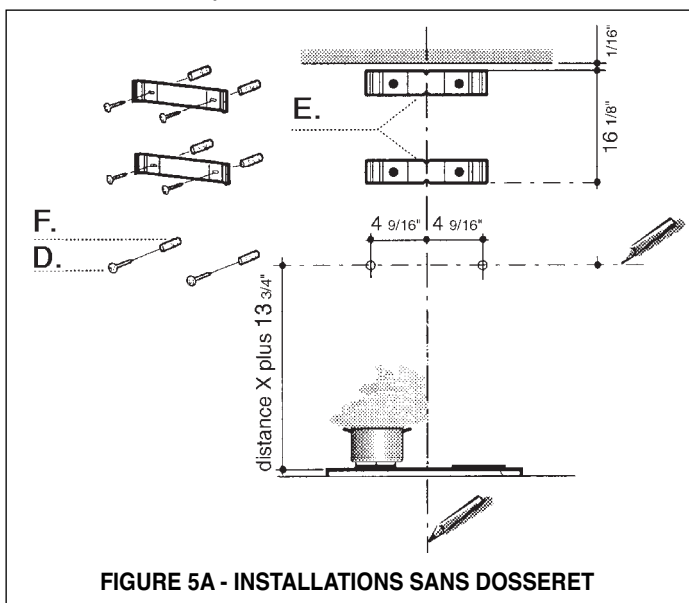

FIGURE 5A - INSTALLATIONS SANS DOSSERET
3. Déterminer la distance entre la hotte et la table de cuisson (**distance X de la FIGURE 4A ou 4B**). Marquer la ligne horizontale la hauteur de **distance X plus 13 3/4 po** (**de la FIGURE 5A - INSTALLATIONS SANS DOSSERET**).
4. Poser le FIXATION DE CHEMINÉE (E) sur le mur 1/16 po du plafond. Aligner son centre (découpes) sur la ligne vertical de repère. Marquer les centres des trous de le FIXATION DE CHEMINÉE.
5. Poser l'autre FIXATION DE CHEMINÉE (E) sur le mur 16 1/8 po sous la fixation de cheminée supérieure. Aligner son centre (découpes) sur la ligne vertical de repère . Marquer les centres des trous de le FIXATION DE CHEMINÉE.
6. Installer les FIXATIONS DE CHEMINÉE (E) au mur en utilisant les VIS DE FIXATIONS (D) fournies.
7. Les VIS DE FIXATIONS (D) pour la HOTTE (A de la FIGURE 1) doivent être insérées dans du bois solide. Marquer le mur sur la ligne horizontale 4 9/16 po de la ligne centrale sur le mur où la hotte sera installée (**de la FIGURE 5A ou 5B**) et installer les VIS DE FIXATIONS au mur. Ne pas installer complètement les VIS DE FIXATIONS au mur, en laissant un espace de 1/4 po entre le mur et la tête de la vis.